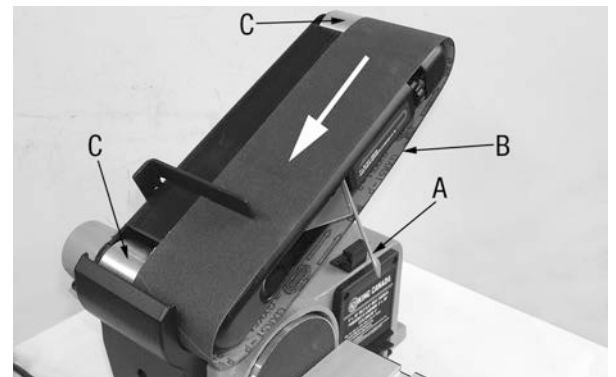
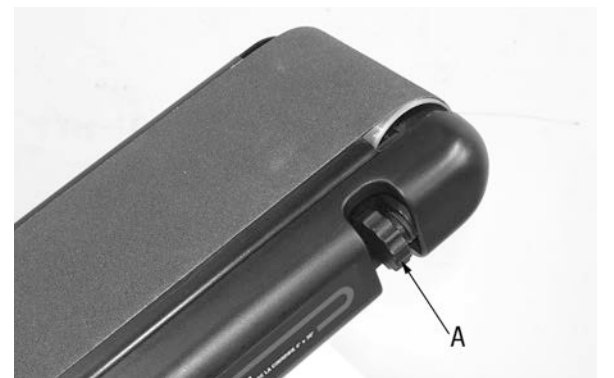

Figure 9
Figure 10
1. Glissez le levier de tension (A) Fig.9 vers la droite, pour diminuer la tension de la courroie de ponçage.
2. Placez la courroie de ponçage (B) sur les tambours (C) avec la flèche directionnelle dans le même sens que la Fig.9. Assurez-vous que la courroie est centrée sur les deux tambours (C).
3. Glissez le levier de tension (A) vers la gauche pour tensionner de la courroie.
5. Si la courroie bouge vers le disque, tournez le bouton de pistage (A) Fig.10 1/4 de tour dans le sens des aiguilles d'une montre.